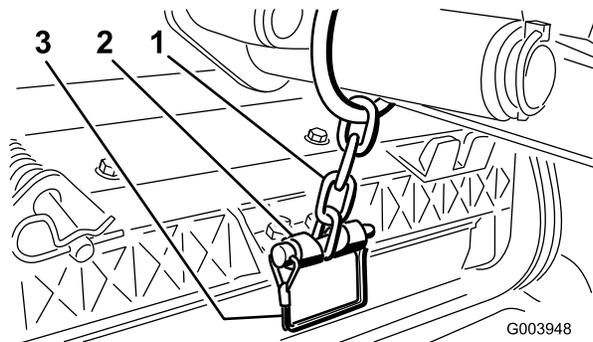

Рисунок 13
12. Прикрепите цепь подъемного рычага к кронштейну цепи с помощью фиксирующего штифта (Рисунок 13). Используйте количество звеньев цепи, указанное в *Руководстве для оператора*.